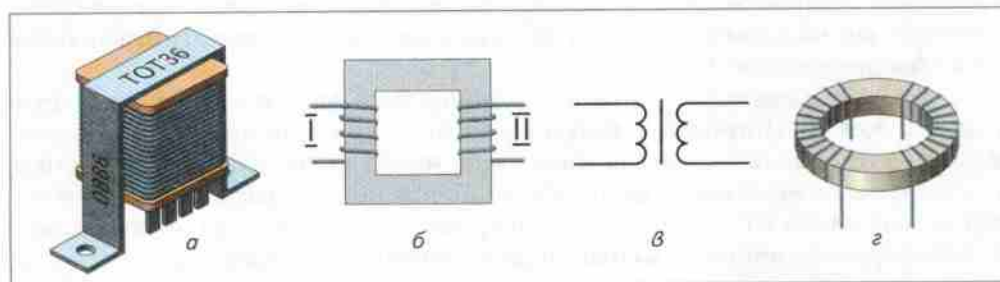

Рис. 21. Устройство трансформатора: а — внешний вид; б — схематическое изображение; в — условное графическое изображение; г — трансформатор с ферритовым кольцом
**Трансформатор** служит для преобразования — трансформации — переменного напряжения по величине. Он состоит из двух или более катушек индуктивности (обмоток), имеющих общий магнитный сердечник (рис. 21). Если в первичной обмотке протекает переменный ток, то он создаёт переменное магнитное поле, которое в основном сосредоточено в маг-